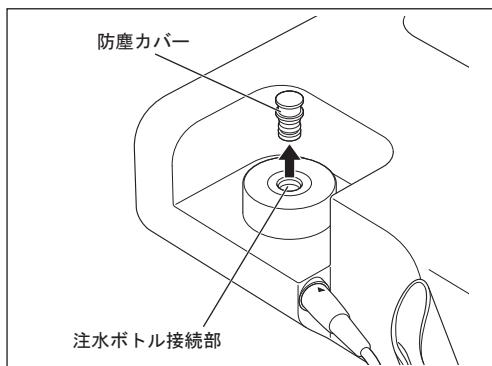

図12
- 1) 注水ボトル接続部の防塵カバーを取り外します（図12）。